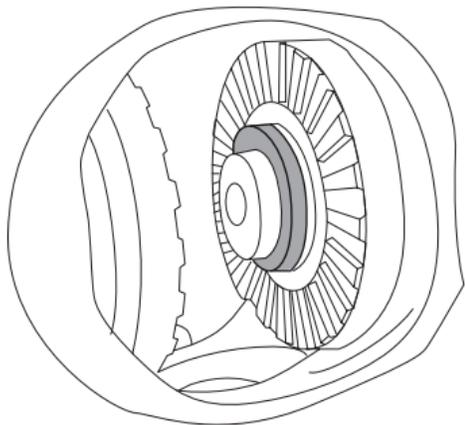

Рис. 3
3. Выдвиньте полуось и установите стопор полуоси (рис. 3).